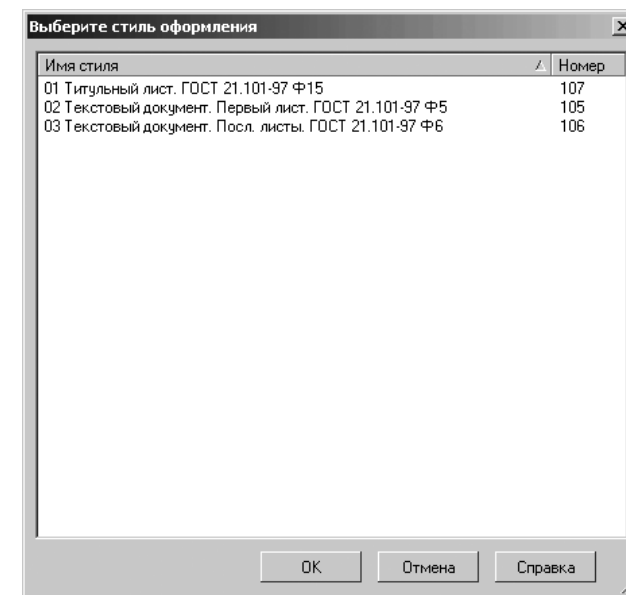

Рис. 10.7. Диалоговое окно **Выберите стиль оформления**
- щелкните в диалоговом окне **Выберите файл для открытия** по нужному вам файлу с расширением \*.lyt, например, по файлу SPDS\_VC. Появится диалоговое окно **Выберите стиль оформления**, показанное на рис. 10.7;
- щелкните дважды в диалоговом окне **Выберите файл для открытия** по нужному вам файлу с расширением \*.lyt, например, по файлу SPDS\_VC. Появится диалоговое окно **Выберите стиль оформления** (см. рис. 10.7);